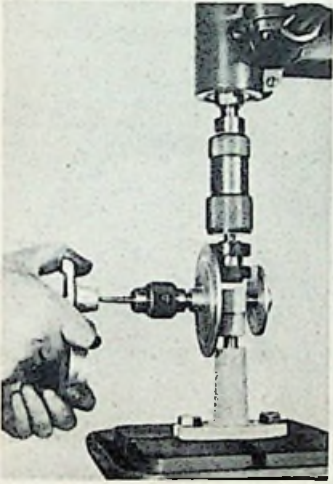

Bild 1. Gewindeschneid-Halbauautomat, an einer Bohrmaschine angebracht
**Einfacher Gewindeschneid-Halbauautomat.** Sowohl in der Rundfunk-Reparaturwerkstatt als auch während der Herstellung von Geräten wird häufig an den Betriebsleiter die Aufgabe herangetragen, eine größere Zahl gleichartiger, kleiner Gewinde schneiden zu müssen. Bisher blieb nichts anderes übrig, als die Gewinde entweder zeitraubend von Hand zu schneiden, oder aber sich einen kostspieligen Automaten anzuschaffen. Die neu entwickelte Gewindeschneidvorrichtung „Präzisa“ führt aus dem Dilemma. Die Maschine kann in wenigen Augenblicken an jede Drehbank oder Bohrmaschine angebaut werden. Bild 1 zeigt das